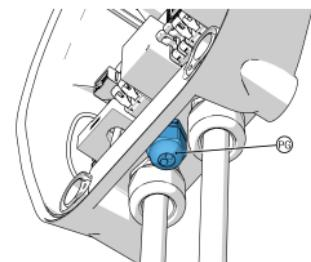

Fig. 3a
- Pour **Dazebox C**, représenté en Figures 3a et 4a, le câble réseau blindé doit passer par un trou du presse-câble (PG), en brisant le fond aveugle à l'aide d'un tournevis. Ce presse-câble possède deux trous aveugles Ø5 mm, l'un destiné au Power Manager, l'autre pour le câble bipolaire de la bobine de déconnexion (consulter le manuel d'installation de Dazebox C).
13. Serrer le presse-câble (PG), dans le cas de Dazebox C (Figure 3a).